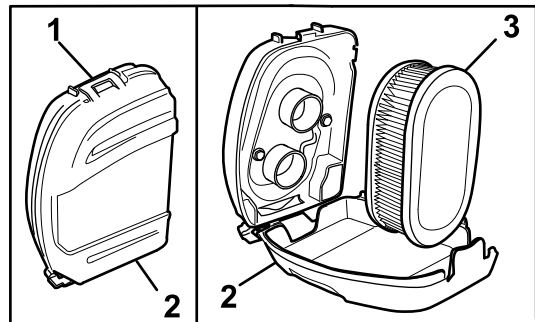

Figure 22
1. Déclipez le haut du couvercle du filtre à air (Figure 22).
2. Retirez le filtre à air (Figure 22).